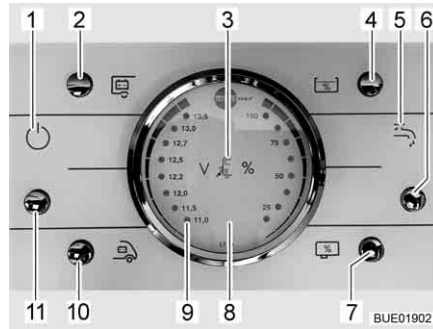

Bild 171 Panel LT 96
Der Taster (Bild 171,11) schaltet das Panel und die 12-V-Versorgung des Wohnraums ein und aus.
Einschalten: ■ Taster (Bild 171,11) drücken: Die 12-V-Versorgung des Wohnraums ist eingeschaltet. Die Kontroll-Leuchte (Bild 171,1) leuchtet.
Ausschalten: ■ Taster (Bild 171,11) drücken: Die 12-V-Versorgung des Wohnraums ist ausgeschaltet. Die Kontroll-Leuchte (Bild 171,1) erlischt.
Beim Anzeigeeinstrument V/Tank (Bild 171,8) die linke Skala beachten. Das Anzeigeeinstrument wird automatisch beleuchtet, sobald ein Taster gedrückt wird.
- Taster (Bild 171,10) drücken: Die Batteriespannung der Starterbatterie wird angezeigt.
- Taster (Bild 171,2) drücken: Die Batteriespannung der Wohnraumbatterie wird angezeigt.
Beim Anzeigeeinstrument V/Tank (Bild 171,8) die rechte Skala beachten. Das Anzeigeeinstrument wird automatisch beleuchtet, sobald ein Taster gedrückt wird.
- Taster (Bild 171,4) drücken: Die Wassermenge wird angezeigt.
- Taster (Bild 171,7) drücken: Die Abwassermenge wird angezeigt.
- Taster (Bild 171,6) drücken: Die Wasserversorgung ist eingeschaltet. Die Kontroll-Leuchte Wasserpumpe (Bild 171,5) leuchtet.
- Taster (Bild 171,6) drücken: Die Wasserversorgung ist ausgeschaltet. Die Kontroll-Leuchte Wasserpumpe (Bild 171,5) erlischt.
Die rote Warnleuchte "ALARM" (Bild 171,9) blinkt, sobald die Spannung der Wohnraumbatterie 11 V (Messung im laufenden Betrieb) unterschreitet und damit Tiefentladung droht.
Die 12-V-Kontroll-Leuchte (Bild 171,1) leuchtet, wenn der 12-V-Haupttaster (Bild 171,11) eingeschaltet ist.
Die 230-V-Kontroll-Leuchte (Bild 171,3) leuchtet, wenn am Eingang des Elektroblocs Netzspannung vorhanden ist.